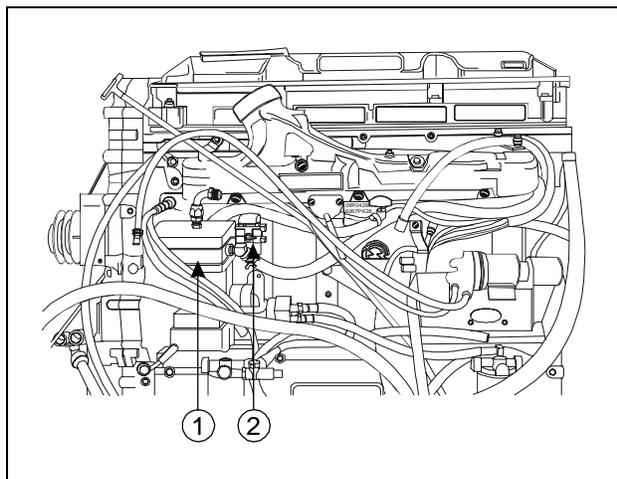

FIGURE 1 : ① COMPRESSEUR À AIR,
1. Localiser le régulateur du compresseur d'air (figure 1 et 2).